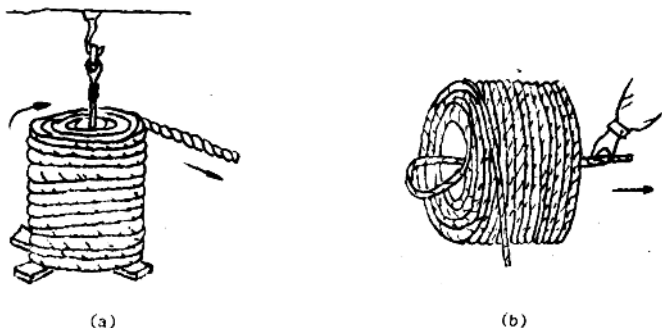

图 1-3 纤维绳绳捆的解开
5. 正确启开新绳 为了避免绳索发生扭结和纠缠，可将新绳捆吊起，然后拉外面的绳端，使绳捆转动，顺序解开，如图 1-3(a)所示。小规格的绳捆也可按图 1-3(b)的抽出方法使